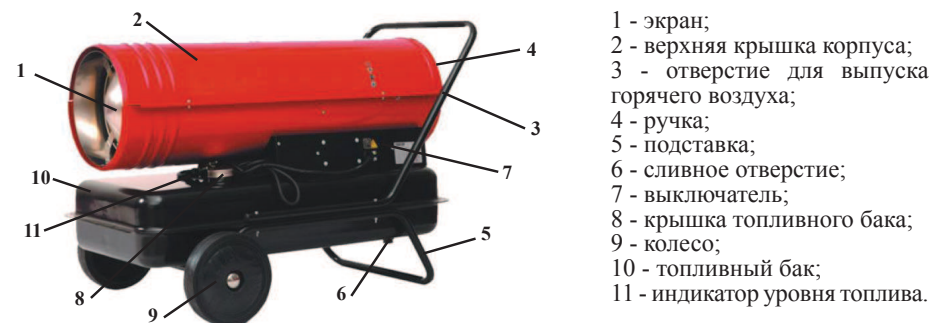

рис.1
Общий вид тепловой пушки схематично представлен на рис.1
6.1.1 Вставьте ось в подставку 5 (рис.1). На каждый конец оси наденьте прокладку колеса, а затем плоскую шайбу.